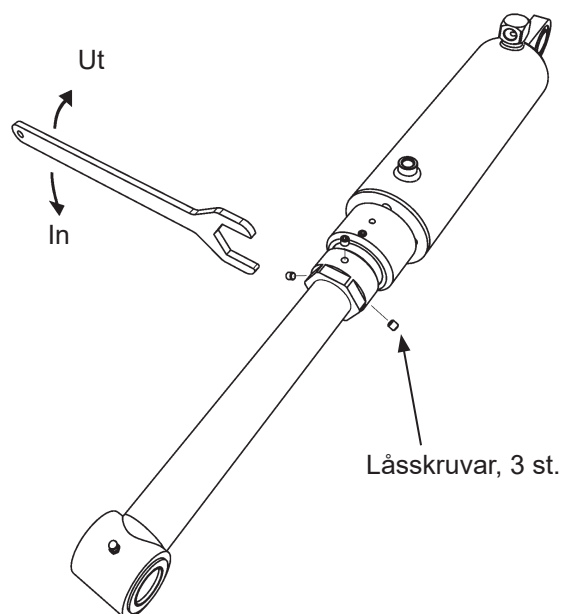

Bild 50. Justering av tiltvinkel
5. Lossa de tre låsskruvarna på den andra tilt-cylindern. Bild 50.
6. Vrid justerhylsan så att tiltcylindern passar mot infästningen på lyftbryggan. Se Bild 50.